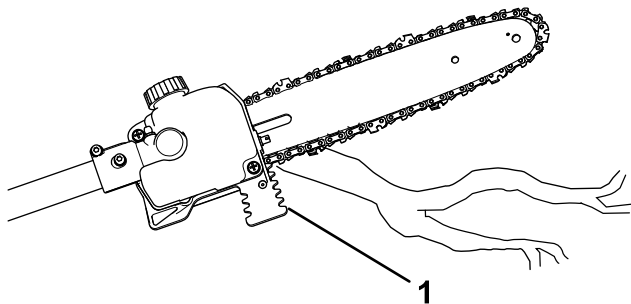

Figure 10
5. Coupez la branche vers l'arrière du guide-chaîne, près du guide de coupe; appuyez la chaîne légèrement contre le bois et laissez agir le poids de l'élaguese pour couper (Figure 10).